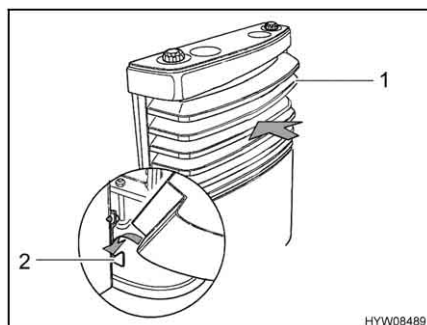

Fig. 85 Copertura del riscaldamento, supporti inferiori
- Montare la copertura del riscaldamento. A tale scopo, collocare la copertura (Fig. 85,1) sui supporti inferiori (Fig. 85,2).